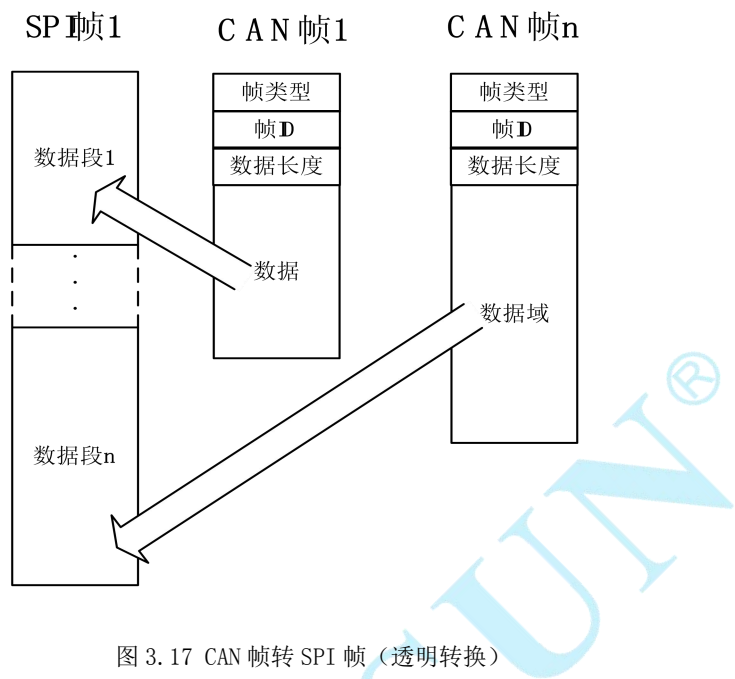

图 3.17 CAN 帧转 SPI 帧（透明转换）
当 SPI 主机从 TD5 (3)USPCAN 获取 CAN 缓冲区的大小后, SPI 可以通过一帧读取出 CAN 缓冲区中包含的所有 CAN 帧数据, 如图 3.17。